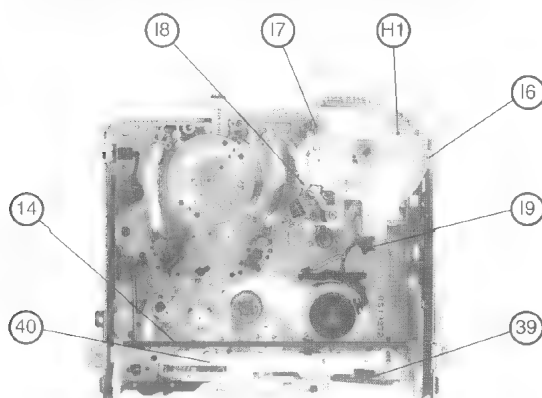

fig. 10
4) AUSTAUSCHEN DES FUNKTIONSKONTROLLMOTORS: (Abb. 10 und 11)
4) REPLACEMENT OF THE FUNCTION CONTROL MOTOR: (fig. 10 and 11)
5) AUSTAUSCH DER FUNKTIONSSTEUERNOCKE: (Abb. 10, 12, 13 und 14)
- Die Antriebsachse (14) der Kassettenshalterung ausbauen.
- Die Feder (39) und die Gleitschiene (40) entfernen.
- Die Andruckrolle (1) und den Hebel (25) entfernen.
5) REPLACEMENT OF THE CONTROL CAM: (fig. 10, 12, 13 and 14)